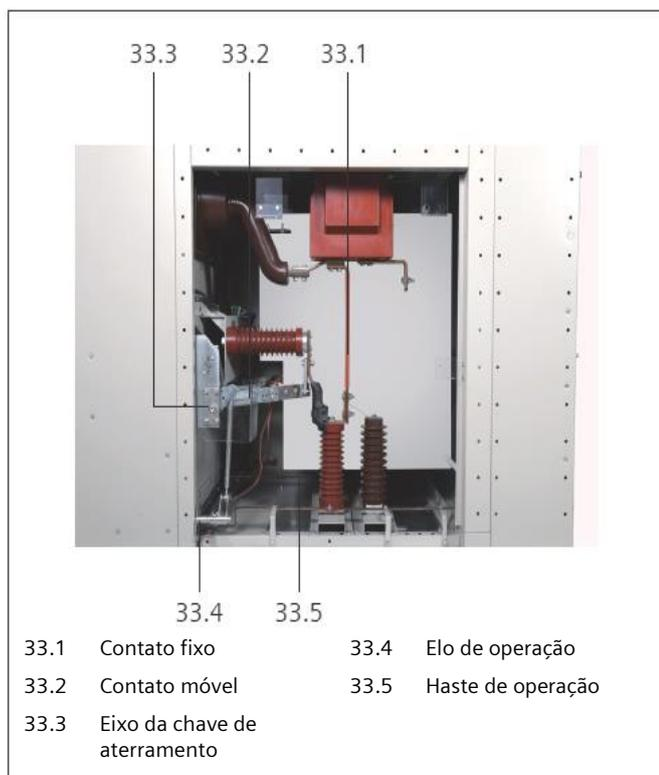

Fig. 33: Disposição do interruptor de aterramento no lado do cabo
4.5.2.1 Cabos de aterramento com chave de aterramento (Fig. 33)